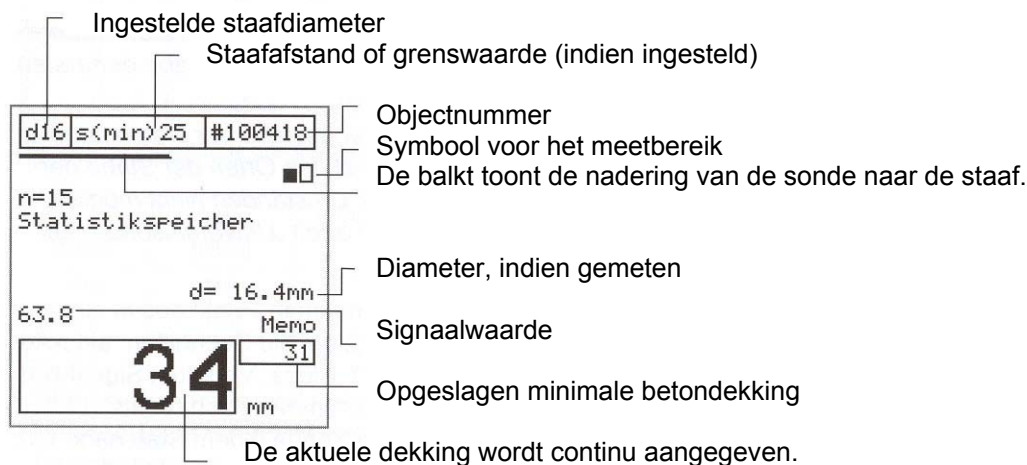

Fig. 5.1 Meetbeeld « Statistiek ».
De sonde heeft een klein en een groot meetbereik. De omschakeling gebeurt met de toetsen ←, →. In het display wordt aangeduid, welk bereik actief is (zie Fig. 5.1 op blz. 9).
Daaropvolgend verschijnt het meetbeeld van het voorwerp waarop het laatst gemeten werd (Fig. 5.1 op blz. 9, Fig. 5.7 op blz.15 en Fig. 5.13 op blz. 17).
- Geef in het menu «Correctie nevenliggende staaf» de staafafstand in, ingeval deze correctie nodig is. De ingestelde grenswaarde wordt in dit geval niet opgeslagen (zie Fig. 5.1 op blz. 9). De instelling van de akoestische zoekhulp heeft geen zin.